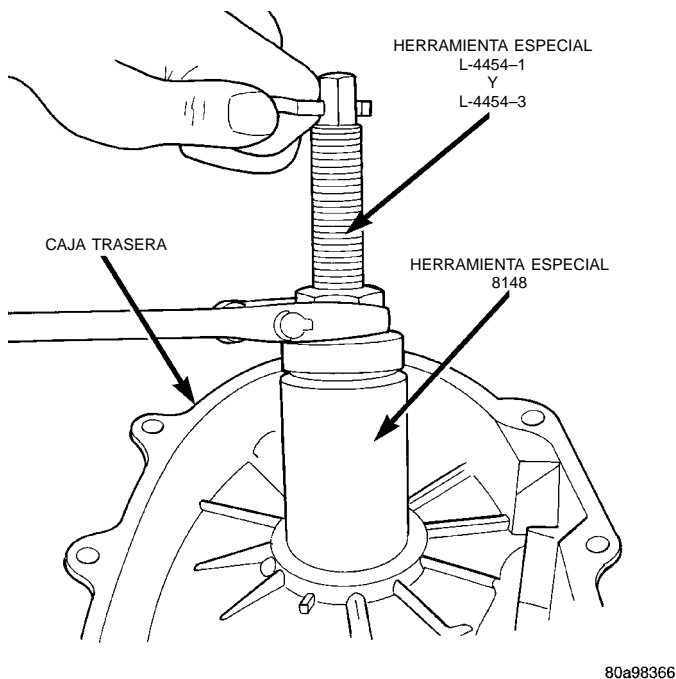

Fig. 47 Desmontaje del cojinete trasero del eje transmisor
(7) Retire el cojinete trasero del eje transmisor con el tornillo y las mandíbulas del Extractor L-4454 y la Cubeta 8148 (Fig. 47).